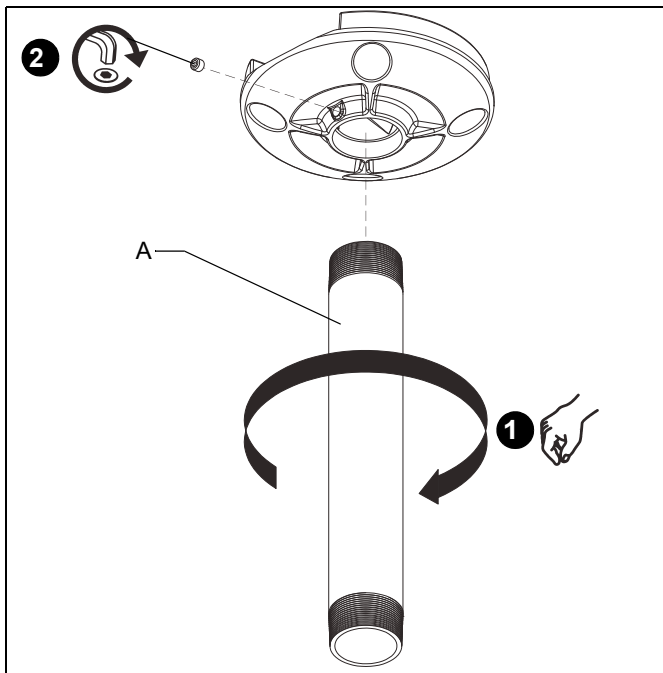

Figure 1
1. Insérez la colonne fileté NPT de 1½ po (A) dans la plaque/l'adaptateur (voir Figure 1). Serrez fermement la colonne.
- Assurez-vous que la colonne (A) est insérée dans la plaque/l'adaptateur sur quatre filetages complets.
2. Fixez la colonne (A) en serrant la vis de pression dans la plaque/l'adaptateur (voir Figure 1).